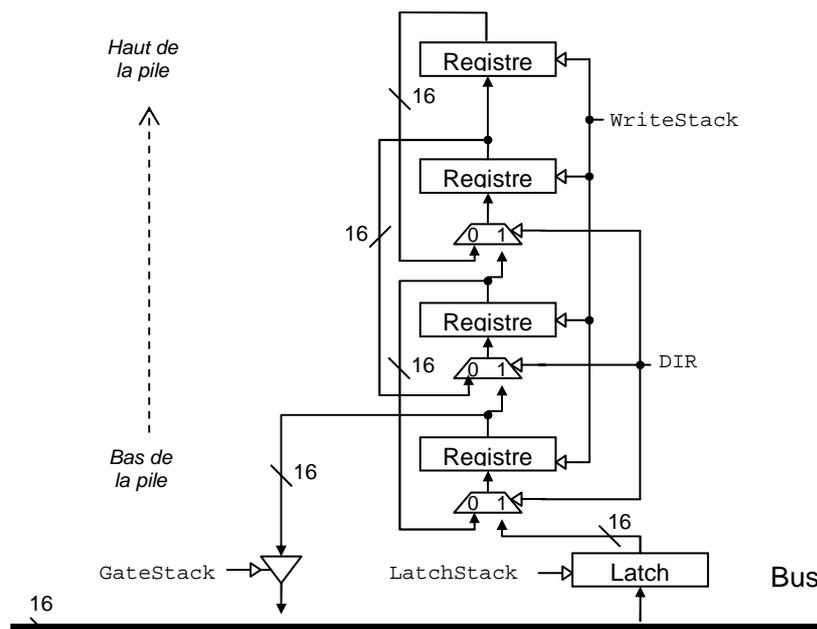

Figure 1. Implémentation de la pile.
2.1 **Pile dans un composant dédié.** Dans cette question, on veut ajouter au processeur LC-2 une véritable pile matérielle, implémentée sous la forme d'une succession de 4 registres 16-bits, comme indiqué Figure 1. Le circuit de la pile possède 4 signaux de contrôle :
- 2.1.5 On suppose que le registre R0 contient la valeur hexadécimale 000A, R1 la valeur 000B, R2 la valeur 000C, R3 la valeur 000D et R4 la valeur 000E. Donner le contenu de la pile de la Figure 1 après la séquence : PUSH R0, PUSH R1, PUSH R2, PUSH R3, PUSH R4. On exécute ensuite POP R0. Donner le contenu de la pile de la Figure 1. On exécute encore une fois POP R0. Donner à nouveau le contenu de la pile.
- 2.1.6 On suppose qu'à l'état initial, tous les éléments de la pile contiennent la valeur hexadécimale 0000. On veut qu'un élément vide de la pile contienne toujours la valeur 0000. Comment modifier l'implémentation de la pile de la Figure 1 pour que ce soit le cas ? Répondre notamment avec un schéma correspondant à une version modifiée de la Figure 1. Cette modification de la pile ne sera pas utilisée dans le reste de l'énoncé.
- 2.3 **Pile = Composant dédié + Mémoire.** On considère à nouveau que l'on dispose du composant matériel de la Figure 1. En outre, en cas de dépassement de capacité de la pile matérielle à la suite d'un PUSH, on veut que l'élément en excès soit envoyé à la mémoire. On suppose donc que la mémoire contient une pile annexe qui prolonge la pile matérielle. Comme dans la question 2.2, le pointeur de cette pile annexe est dans R5 ; R5 contient l'adresse en mémoire de l'élément situé au bas de cette pile annexe (le dernier élément de la pile annexe) ; on précise enfin que l'adresse en mémoire du premier élément de la pile annexe est 0000, et que la pile annexe ne peut contenir plus de 1024 éléments (mais on ne se préoccupera pas de la gestion du dépassement de capacité de la pile annexe). On dispose d'un signal de condition supplémentaire *StackFull* qui vaut 1 lorsque la pile matérielle est pleine (lorsque les 4 éléments sont utilisés).
- 2.3.2 Indiquer comment modifier le schéma de la Figure 1 pour permettre le mécanisme de pile annexe. On répondra notamment avec un schéma correspondant à une version modifiée de la Figure 1.